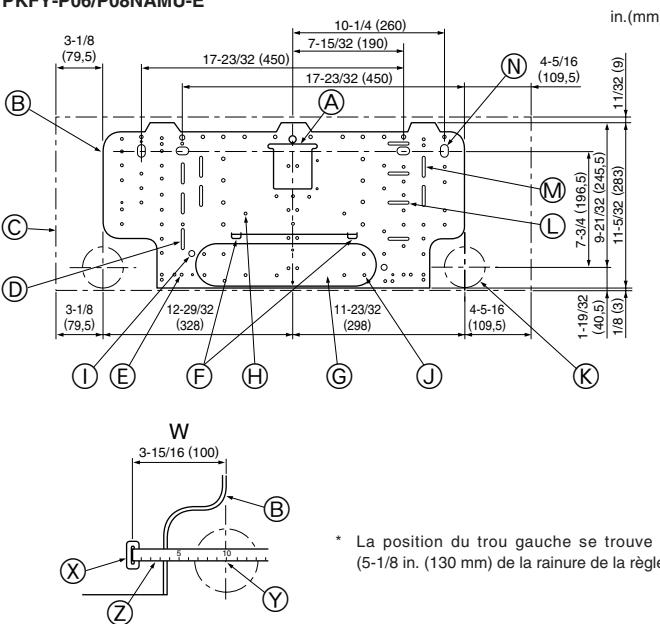

Fig. 3-4
■ PKFY-P06/P08NAMU-E (Fig. 3-4)
- Ⓑ Planche d'installation ①